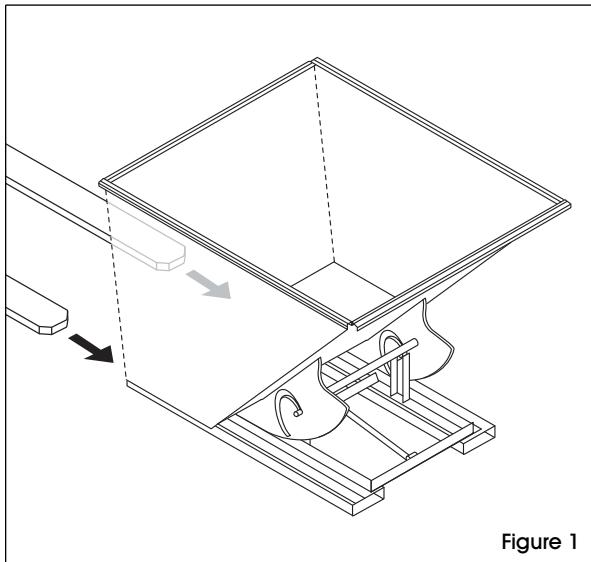

Figure 1
1. Avancez le chariot élévateur jusqu'à ce que les entrées pour fourches de la benne soient en contact avec les montants verticaux des fourches du chariot élévateur. (Voir Figure 1)